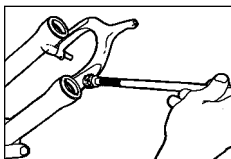

Fig. 6
- 4. Appliquez le Judy Butter sur la surface des bagues supérieures, et remplissez complètement la poche entre les bords du joint Resi-wiper. Utilisez une extension de douille au bout recouvert de sparadrap et enduit de Judy Butter pour atteindre l'intérieur des tubes inférieurs. (Voir Fig. 6)